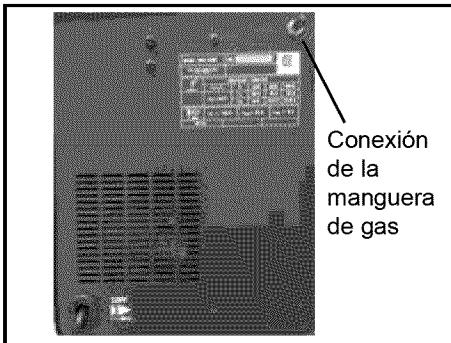

Fig. 8
1. Conecte un extremo de la manguera de gas a la conexión de la manguera de gas ubicada en la parte posterior de la soldadora (Fig. 8).
- La dirección del recorrido es la dirección en que se mueve el soplete a lo largo de la unión de soldadura en relación con el baño de fusión. El soplete se mueve EMPUJÁNDOLO hacia el baño de fusión o APARTÁNDOLO del baño de fusión. En la mayoría de los trabajos de soldadura, se mueve el soplete a lo largo de la unión de soldadura apartándolo, para sacar provecho de la mayor visibilidad del baño de fusión. (Fig. 8)